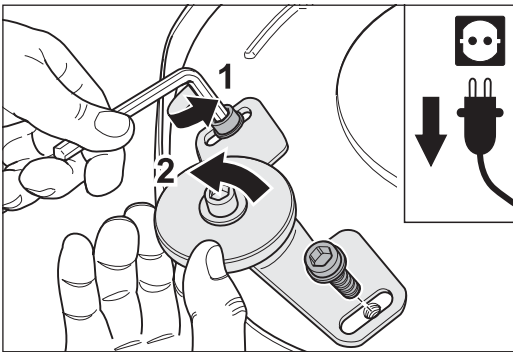

Abb. 85 Die Schrauben am Wandschutzrollenhalter entfernen (1) und die komplette Wandschutzrolle abnehmen (2).
- 2 Entfernen Sie die beiden Schrauben, mit denen der Wandschutzrollenhalter am Vorsatz befestigt ist (Abb. 85, 1) und nehmen Sie die komplette Wandschutzrolle ab (Abb. 85, 2).